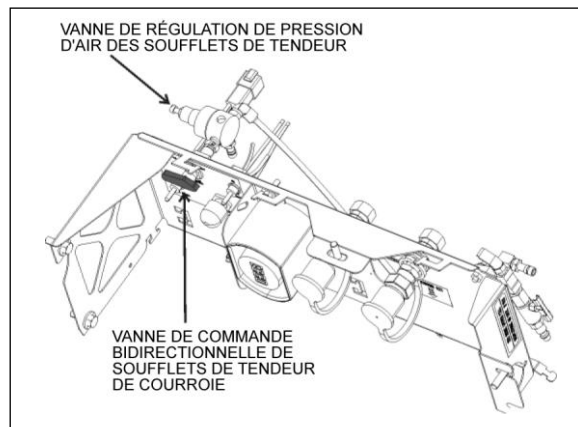
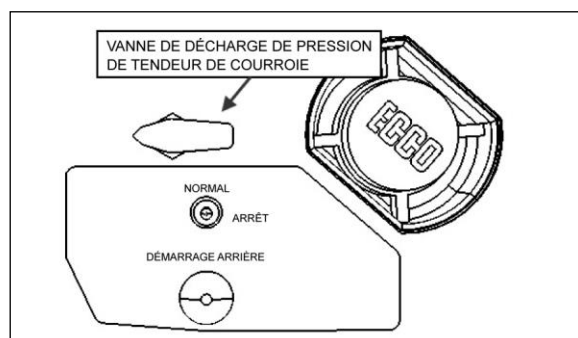

FIGURE 27 : SOUPE DE COMMANDE DU TENDEUR DE COURROIES – SÉRIES H3
FIGURE 28 : SOUPE DE COMMANDE DU TENDEUR DE COURROIES – SÉRIES X3
2. Pour les véhicules équipés d'un troisième alternateur, la tension de la courroie est aussi appliquée grâce à un soufflet pneumatique (Figure 24). Tourner la soupape de commande à deux voies du tendeur de courroies dans le sens antihoraire pour libérer la pression du soufflet (Figure 27).
Pour les véhicules équipés d'un troisième alternateur, la tension de la courroie est aussi appliquée grâce à un soufflet pneumatique, qui est ajusté par un régulateur de pression d'air (Figure 27 ou Figure 28). La pression adéquate de 45 psi est réglée en usine. Vérifier périodiquement la pression du régulateur avec un manomètre, et la corriger au besoin.
La tension de la courroie est appliquée grâce à un soufflet pneumatique qui est ajusté par un régulateur de pression d'air (Figure 27). La pression adéquate de